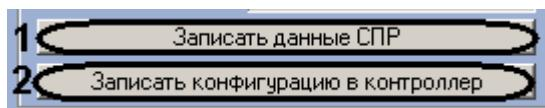

Рис. 3.3-14 Запись в устройства СКУД Elsys
14. Для записи установленной конфигурации контроллера в устройства СКУД Elsys нажать кнопку **Записать конфигурацию в контроллер** (Рис. 3.3-14, 2).
15. Нажать кнопку **Записать данные СПР** для синхронизации данных (пользователи, временные зоны и другие) модуля *Служба пропускного режима* с объектом **СКУД Elsys** (см. Рис. 3.3-14, 1).